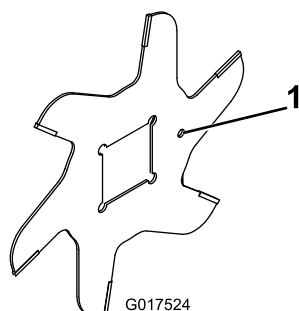

Рисунок 14
1. Установите нож (Рисунок 14).
4. Устанавливайте каждый последующий нож по часовой стрелке таким образом, чтобы соответствующее установочное отверстие (Рисунок 14) не было совмещено с первым отверстием ножа одной плоскостью вала.